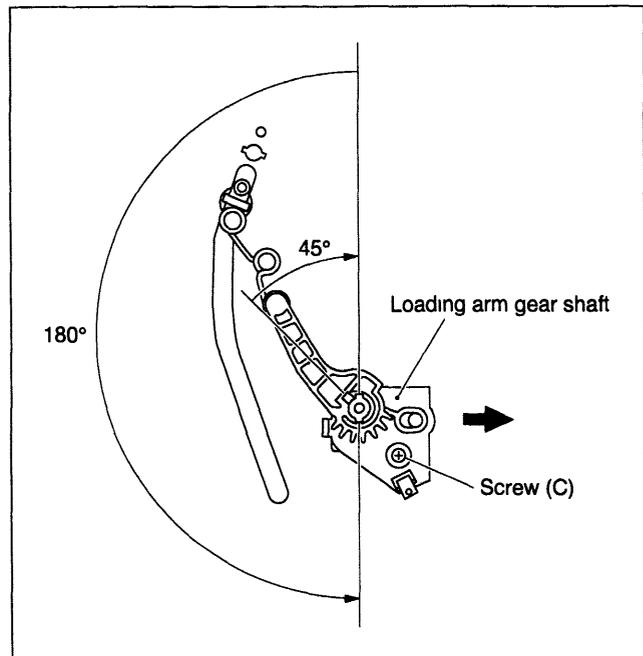

Fig. 2-2-27
- (3) Retire a mola do poste montado. Gire o braço de carregamento 45° no sentido horário até que o ressalto do mesmo esteja alinhado com a projeção do eixo da engrenagem do braço de carregamento e remova-o. Do mesmo modo, gire o braço de carregamento 180° no sentido anti-horário de modo alinhar o ressalto com a projeção e remova-o (no lado take-up) (Veja Fig 2-2-27)
- (4) Quando remover o eixo da engrenagem do braço de carregamento, certifique-se de primeiro retirar o parafuso de fixação do Conjunto Cilindro (no lado posterior da engrenagem do braço de carregamento). Então remova um parafuso (C) e remova o eixo da engrenagem do braço de carregamento deslizando-o na direção da seta.